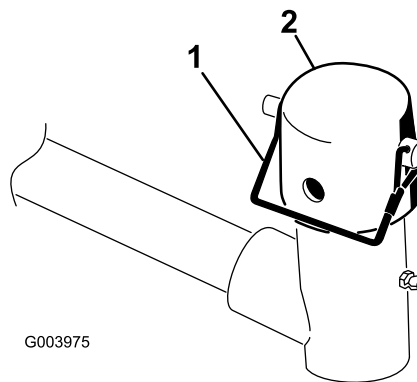

図 9
9. 昇降アームのピボットヨークからスナツパピンとキャップを外す 図 9。
注 カッティングユニットをステアリングモードで使う場合はスロットを使い、固定モードで使用する場合には、穴を使う 図 9。